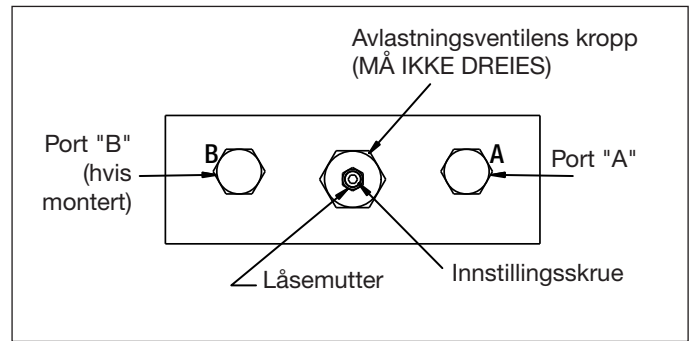

Fig. 10
- Monter en 0-1.035 bar [0-15.000 psi] trykkmåler på port "A" (se fig. 10).